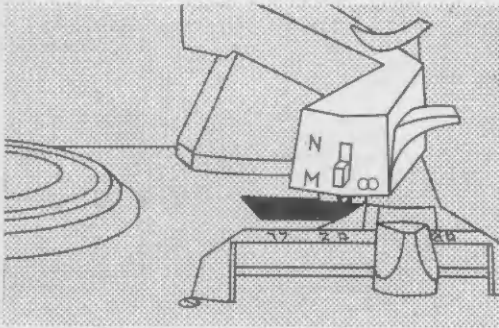

Fig. 6
**Drehzahl** bei leichtem Druck auf den Umstellknopf (1) einstellen.
**Tonabnehmersystem** auf entsprechende Plattenart schalten (Fig. 6).
Select proper stylus for the type of record to be played (Figure 6).
### Cellule de pick-up (Fig. 6):
Colocar según el tipo del disco (Fig. 6).